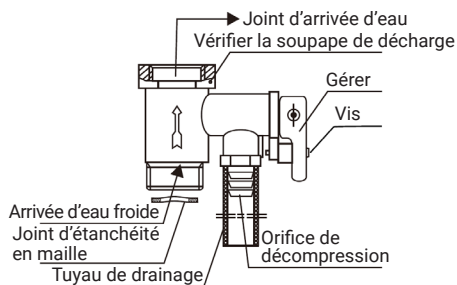

Figure 3
① La soupape de sécurité (originale de identification d'usine 0.8MPa) dans le les accessoires seront installés sur le joint de entrée d'eau (comme indiqué dans la figure 3), et la matière première. La ceinture doit être enroulée jusqu'à assurer l'étanchéité.
Le sens de la flèche doit être compatible avec le sens d'écoulement entrée d'eau du chauffe-eau électrique (comme indiqué sur la figure 3). le joint d'étanchéité du réseau sera installé à l'entrée de soupape de sécurité eau froide, et le tuyau de vidange sous pression.
- ② Le tuyau d'eau relié à l'électricité. Le chauffe-eau doit pouvoir résister à une pression de 0,8 MPa et à une température supérieure à 100 °C, et le joint doit être enveloppé d'un ruban d'étanchéité pour assurer l'étanchéité.
- ③ Lorsque de l'eau est utilisée, elle doit pouvoir s'écouler sans problème.
- ④ Dans des conditions normales d'utilisation, la poignée de la soupape de sécurité (Fig. 3) doit être ouverte régulièrement pour éliminer les dépôts de carbonate de calcium. La méthode est la suivante : tirez la poignée d'évacuation vers le haut en position horizontale (si la poignée est équipée de vis, veuillez retirer les vis avec un tournevis avant d'effectuer cette action) et confirmez si la soupape de sécurité est bloquée (en cas d'évacuation d'eau) . S'il est bloqué, veuillez contacter le service de maintenance.